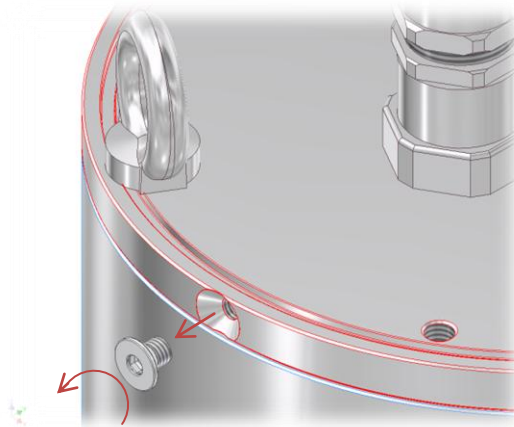

Bild 10-8 Entfernen der Senkkopfschraube Typ T08-TNXCD
- Zu Beginn muss die Senkkopfschraube mit Innensechskant (DIN 7991) aus Edelstahl am Flanschbauteil gelöst werden (vgl. Abb. 10-8)